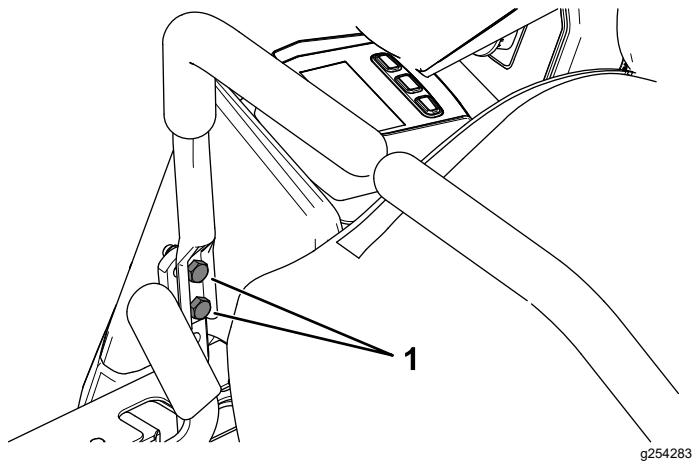

Рисунок 52
- Если требуется выравнивание, ослабьте 2 крепежных болта рычага управления движением на стороне, где нарушено выравнивание (Рисунок 52).
12. Затяните 2 крепежных болта рычага управления движением (Рисунок 52).